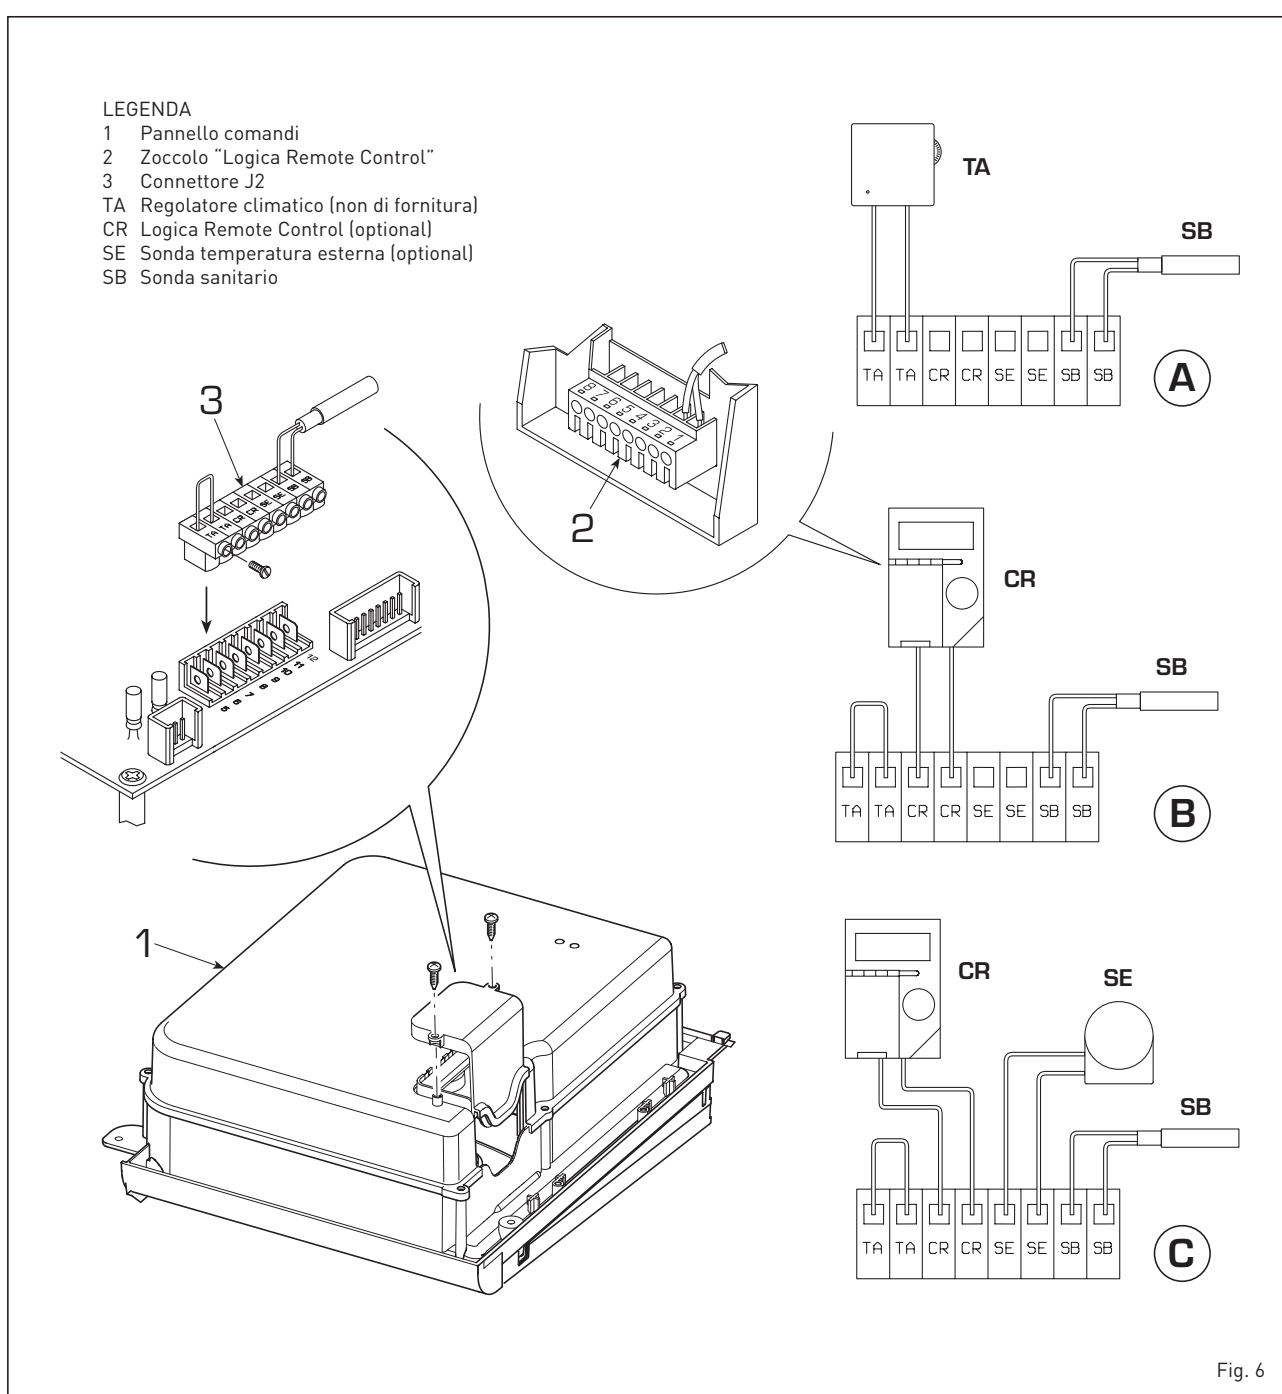

Fig. 6
Le versioni "22 OF - 32 OF" sono accoppiabili ai bollitori separati "BT130 - BT150". Le unità bollitore possono essere installate sotto la caldaia ("BT150") o a lato ("BT130"). Con l'unità bollitore è fornita la sonda sanitario (SB) che deve essere collegata alla scheda elettronica di controllo della caldaia come indicato in fig. 6. Per agevolare l'installazione è disponibile un kit di collegamento idraulico optional cod. 8076104 ("BT130") e cod. 8076105 ("BT150").
2.6.1 Collegamento regolatore climatico (fig. 6 pos. A)
2.6.2 Collegamento "Logica Remote Control" (fig. 6 pos. B)
2.6.3 Collegamento sonda temperatura esterna(fig.6 pos. C)
I bollitori "BT130 - BT150" vengono forniti con sonda sanitario (SB) da collegare al connettore J2 [3 fig. 6].